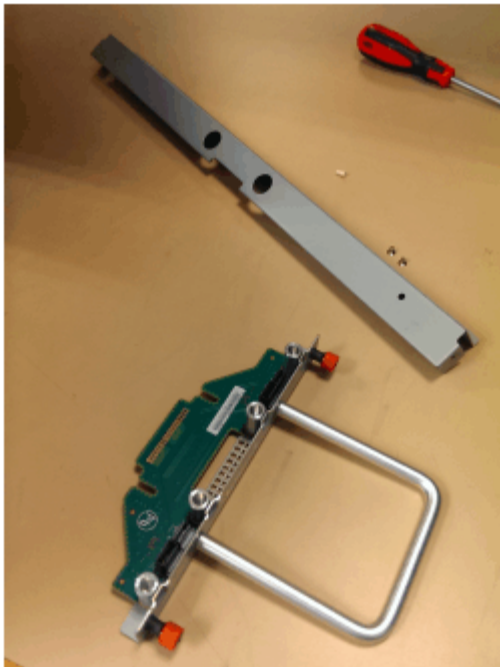

Abbildung 103. Teile der Lüfterschnittstellenplatte für Chassis
1. Legen Sie die neue Lüfterschnittstellenplatte einschließlich Abdeckung und Abdeckungsschrauben (siehe Abbildung 103 auf Seite 89) an einer sicheren Stelle ab.